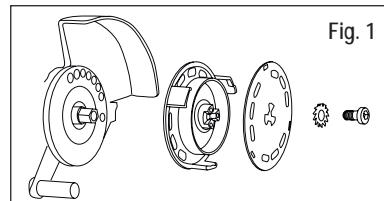
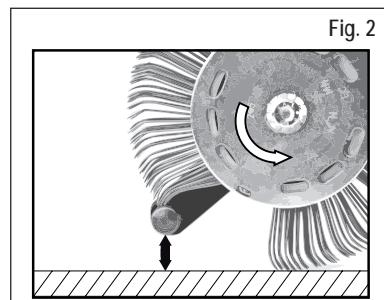

Fig. 1
Fig. 2
3. Koble fra trykkluftforsyningen og fest deretter **MBX® Die Blaster®**-bånd 11 mm korrekt på verktøyet med det tilsvarende oppnaktsystemet AS012 (vær oppmerksom på retingen) og den tillenkte stjerneskiven og skruen. Se fig. 1 og fig. 2.
- Bruker du **MBX®**-båndet i feil retning? – Juster børstebåndet slik at det går i forskriftsmessig riktig retning (se kapittel 6, Start, fig. 2).